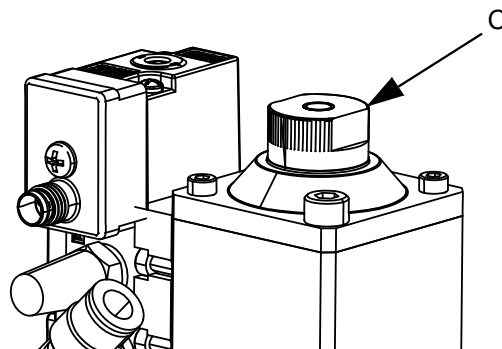
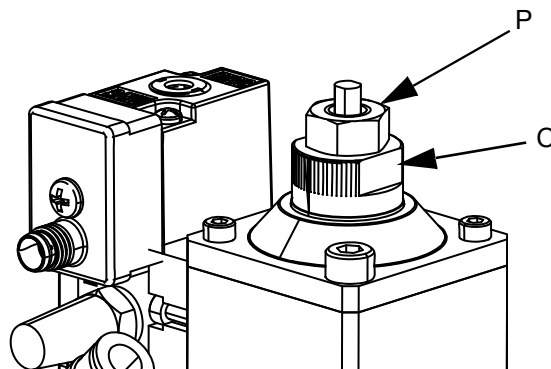

FIG. 8
FIG. 9
A porca de ajuste (C) no topo da válvula permite ajustar a distância de abertura da válvula de distribuição. Esta limita o fluxo do material pelo bico e sede. Consulte a FIG. 8.
1. Rode a porca de ajuste (C) para a direita até a válvula fechar. Consulte a FIG. 8. Nas válvulas snuff-back, rode a porca de ajuste (C) para a esquerda para reduzir a distância de abertura da válvula. Consulte a FIG. 9.
2. Abra lentamente a porca de ajuste (C), controlando a pressão do ar até ser alcançado o fluxo pretendido.
3. Se a sua válvula tiver um bico snuff-back, aperte a porca de ajuste (P) para manter a porca de ajuste no sítio. Consulte a FIG. 9.